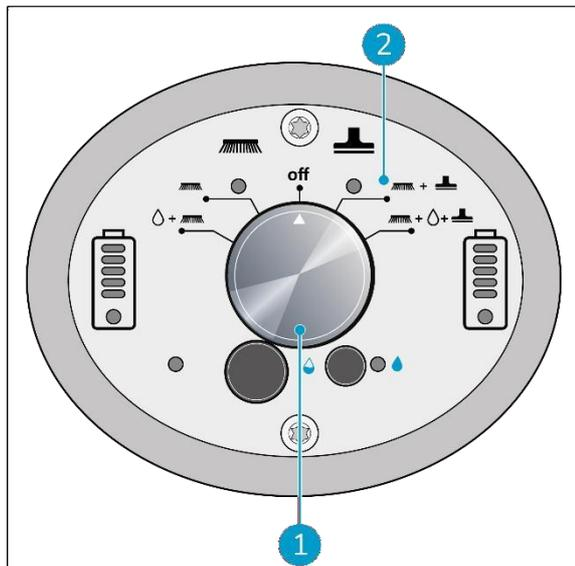

Figura 19
1. Utilizzare l'interruttore principale di i-mop XL (Figura 19, Pos. 1) e selezionare MODALITÀ 3 Spazzola + Aspirazione a secco (Figura 19, Pos. 2).